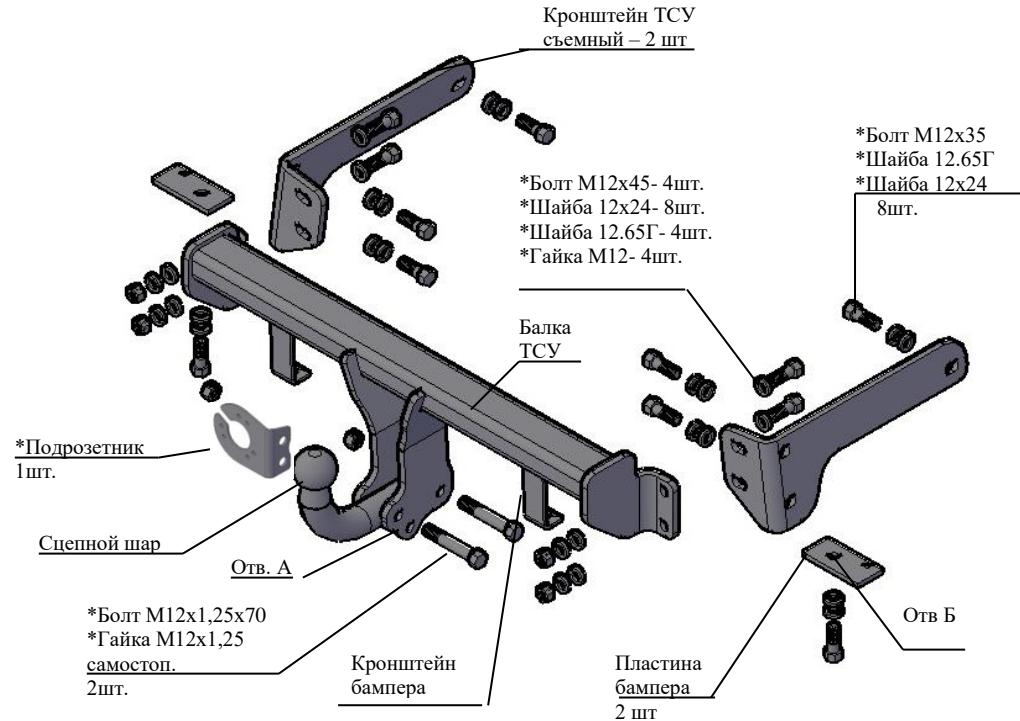

Рис.1 Тягово-сцепное устройство 9431
2.1 ТСУ 9431 в сборе (рис.1)	1 шт.
2.2 Пакет с комплектующими (см. рис.1) Задний колпак	1 шт.